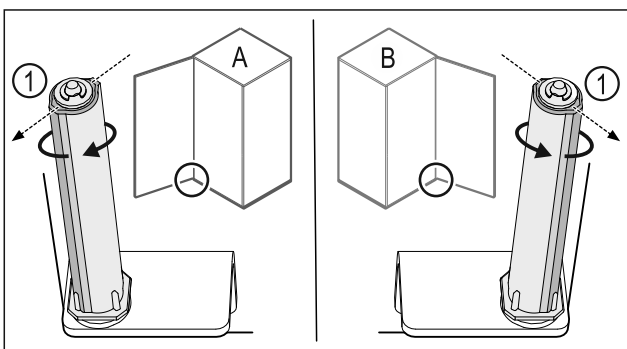

Fig. 45 Butée à gauche (A) / butée à droite (B)
- Tourner le système de fermeture contre la résistance jusqu'à ce que son arête Fig. 45 (1) pointe vers l'extérieur.